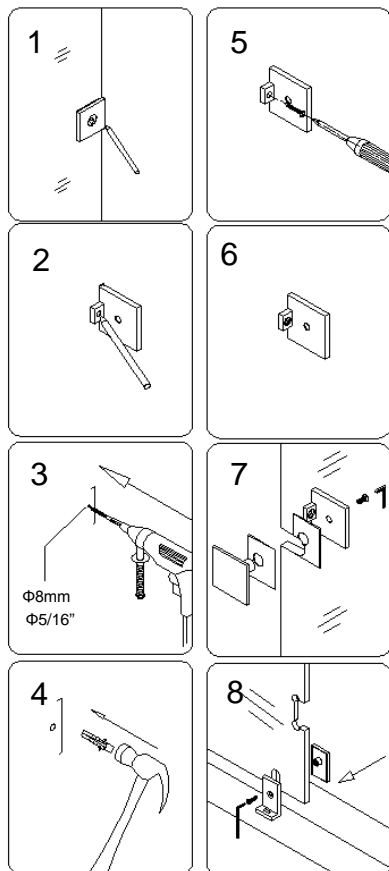

Рис. 3
1. Выньте **Стационарное стекло (01)** и **Стационарное стекло (02)**. Прикрепите **Кронштейны (05) (06)** на оба стекла, предварительно просверлив отверстия, и двигайте стекла напротив стен вертикально. Отметьте позиции Кронштейнов на стене и поддоне и наметьте отверстия, которые должны быть просверлены. Снимите стекла и просверлите отверстия, вставьте Дюбель вставьте винт в отверстия, используя **Винт с полукруглой головкой ST4.2 × 25 (08)**. Поднимите Стекла на поддон снова и закрепите их с помощью кронштейнов. См рис. 3 и 4 для подробной информации.